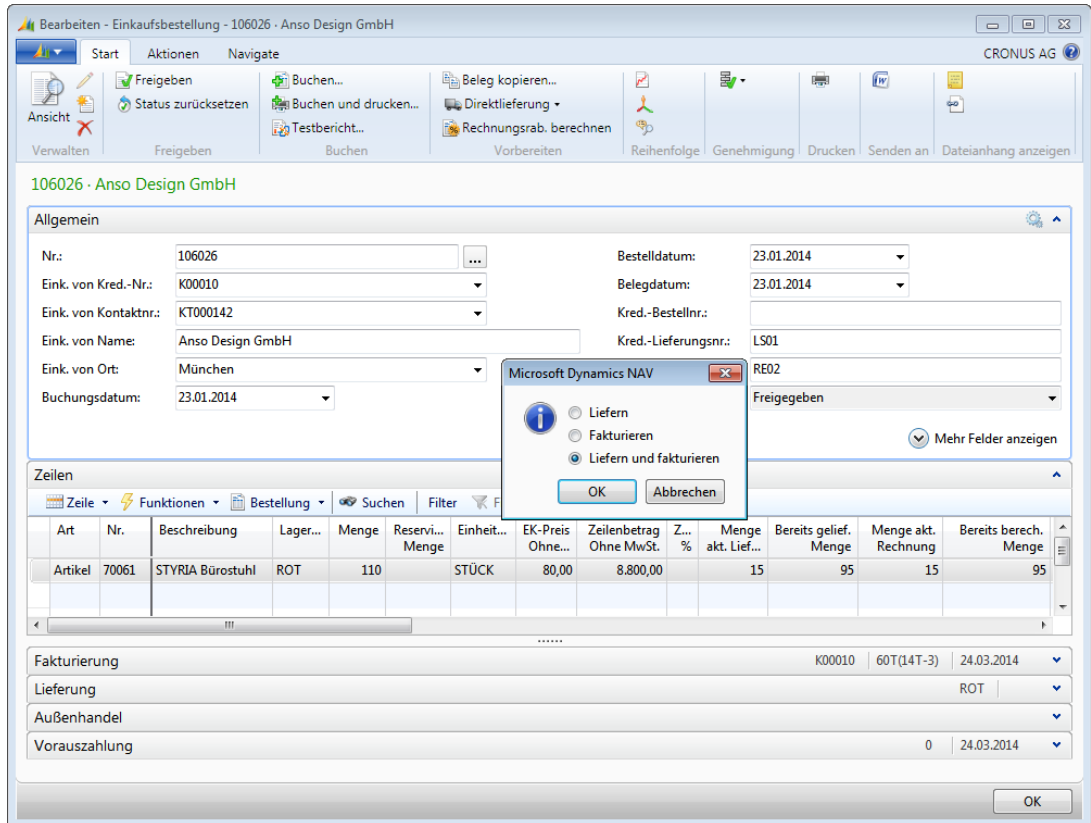

Abbildung 4.18 Gleichzeitiges Buchen von Einkaufslieferung und Rechnung
5. Im Dialogfeld zur Buchung wählen Sie die Option *Liefern und fakturieren* und bestätigen mit OK, um Lieferung und Rechnung gleichzeitig zu buchen (siehe Abbildung 4.18).